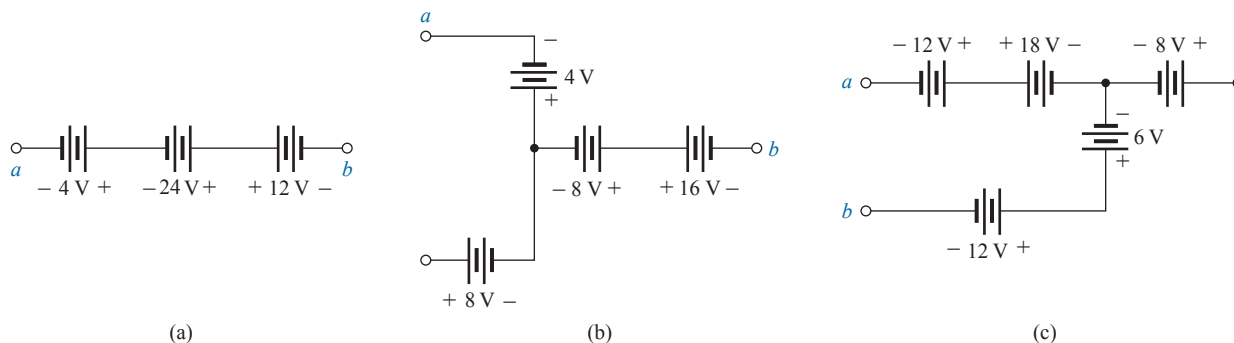

Figura 5.102 Problema 18.
- 18. Combine as fontes de tensão em série na Figura 5.102 em uma única fonte de tensão entre os pontos a e b.